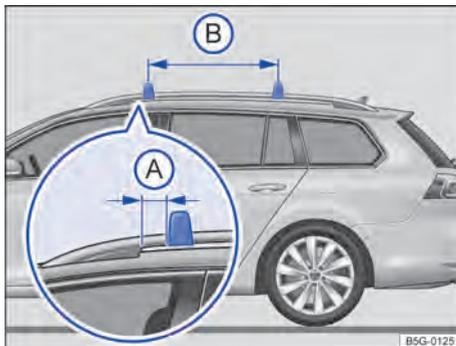

Fig. 191 Longarina do bagageiro do teto: fixação das barras de suporte (Golf Variant).
As barras de suporte são montadas na longarina do bagageiro de teto. Assim, a distância da barra de suporte até a base do bagageiro do teto dianteiro → Fig. 191 (A) deve ser de **5 cm**. A distância entre as barras de suporte (B) deve ser de aproximadamente **75 cm**.